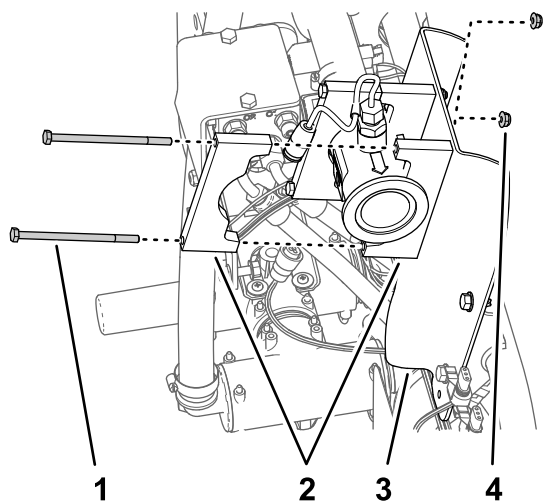

Рисунок 75
3. Вставьте 2 половины опорного зажима между расходомером и кронштейном расходомера и совместите отверстия в половинах зажима с отверстиями в кронштейне (Рисунок 75).
4. Совместите половину опорного зажима на задней стороне расходомера с одной из половин зажима, собранного при выполнении пункта 3 (Рисунок 75).
5. Подсоедините пару половин зажима к кронштейну расходомера (Рисунок 75) с помощью 2 болтов ($\frac{1}{4} \times 4\frac{1}{2}$ дюйма) и 2 фланцевых контргаек ($\frac{1}{4}$ дюйма).